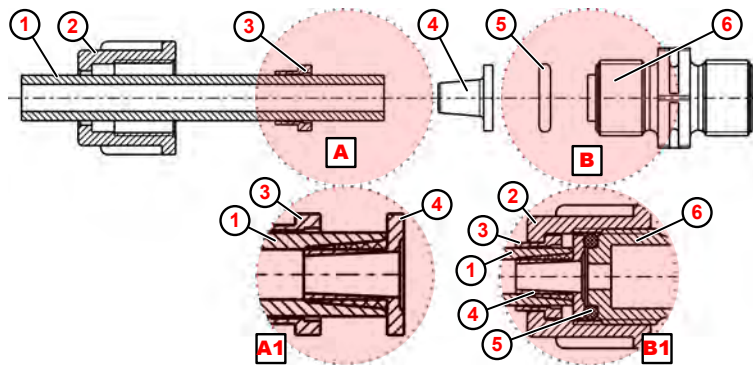

Fig. 18: Conexión de manguera y conexión de tubo con pieza cónica
1. ➤ Realizar un corte recto en la manguera (Fig. 18 , ①).
2. ➤ Empujar la tuerca de unión ② sobre la manguera ① .
3. ➤ Empujar la pieza de sujeción ③ sobre la manguera ① .
4. ➤ Empujar la manguera ① hasta el anillo de tope de la pieza cónica ④ (detalle Ⓐ1).
5. ➤ Empujar la pieza de sujeción ③ en dirección a la pieza cónica ④ hasta notar resistencia.
6. ➤ Colocar la junta tórica ⑤ en la ranura de la válvula de descarga o aspiración ⑥ .
7. ➤ Apretar la tuerca de unión ② (detalle Ⓑ1).